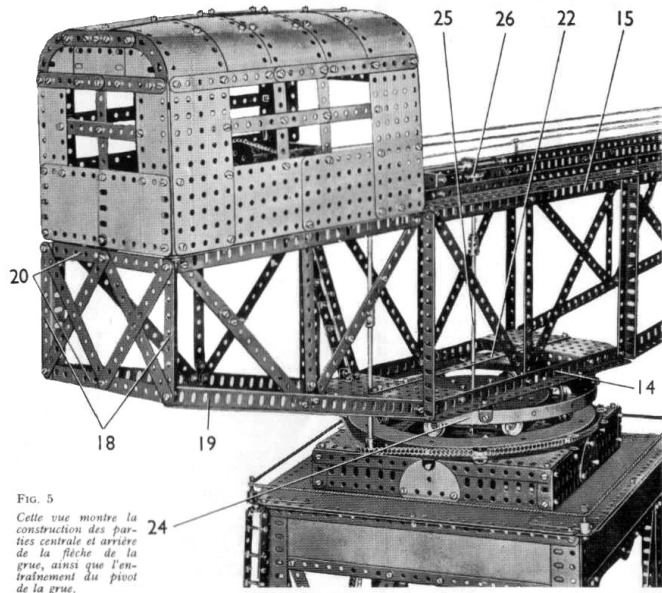
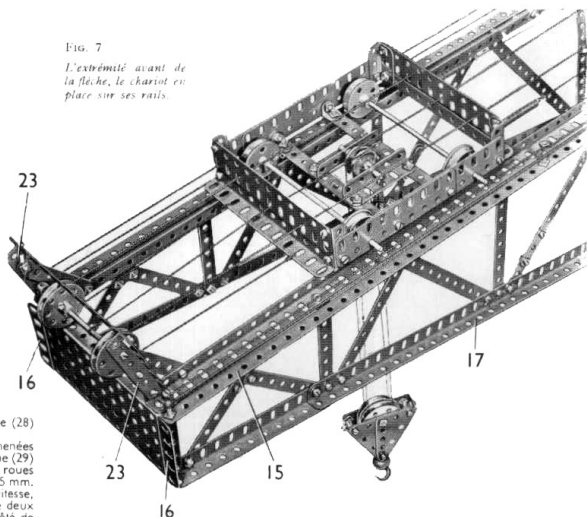

Fig. 5
Fig. 7
La partie centrale de chaque longeron principal de la flèche est constituée par une cornière ce 25 trous (14) (fig. 5) qui porte à chaque extrémité une cornière de 15 trous verticale, et au centre une bande de 15 trous. Les cornières et la bande de 15 trous sont réunies au sommet par une poutrelle (15) faite d'une cornière de 49 trous qui recouvre une cornière de 37 trous sur trois trous, tandis qu'une autre cornière de 37 trous recouvre la première sur 13 trous. À l'avant, une cornière de 5 trous (16) (fig. 7) est boulonnée sur la poutrelle (15) et elle est réunie à la cornière (14) par une poutrelle (17) faite d'une cornière de 49 trous et d'une de 11 trous qui se recouvrent sur un trou, et qui est réunie à l'avant de la cornière (14) par un support plat. Une cornière de 9 trous (18) est fixée à l'extrémité arrière de la poutrelle (15), et à son extrémité inférieure est boulonnée une cornière de 25 trous (19). Cette dernière est réunie à l'extrémité arrière de la cornière (14) par un support plat. Les longerons principaux de la flèche sont réunis à l'arrière par deux bandes coupées de 140x12 mm, (20), et deux plaques à rebords de 14x6 cm, sont boulonnées entre les extrémités des cornières (14). À l'avant, une plaque à rebords de 14x6 cm, est fixée entre les cornières (16). Quatre plaques sans rebords de 14x9 cm, sont fixés ensemble par paires par leurs grands côtés, et sont montés aux extrémités arrière des poutrelles (15) de façon à former le plancher de la cabine.
et une de 11,5 cm, réunies par un accouplement. Cet axe passe dans une bande (42) faite d'une bande de 11 trous et d'une de 9 trous boulonnées l'une sur l'autre, et dans l'une des plaques à rebords de 14 x 6 cm, fixées entre les cornières (14). L'axe porte à son extrémité inférieure une roue de chaîne de 18 dents reliée par une chaîne Galle à la couronne de 25 cm. (8) comme le montre la figure 5.
La partie inférieure du côté de la cabine qui apparaît sur la figure 5 est constituée par deux plaques sans rebords de 11,5 x 6 cm, et par une plaque sans rebords de 14 x 6 cm, placée verticalement à chaque extrémité. Les plaques verticales sont réunies au sommet par deux bandes de 11 trous et une de 5 trous. Le côté qui apparaît sur la figure 1 est constitué par deux plaques sans rebords de 14 x 6 cm, et par une plaque sans rebords de 6 x 4 cm, tendus à l'aide d'une plaque flexible de 14 x 4 cm, est placée verticalement à chaque extré-